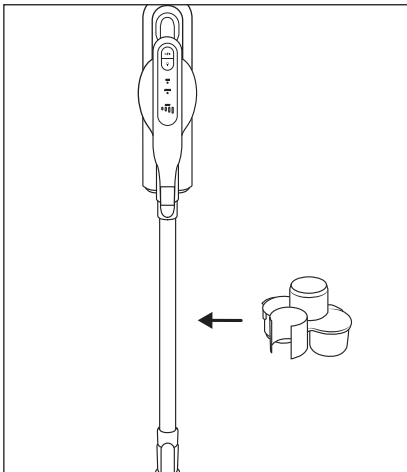

Abb. 19
- ◆ Befestigen Sie die Zubehörhalterung **17** am Saugrohr **24** (siehe Abbildung 19).